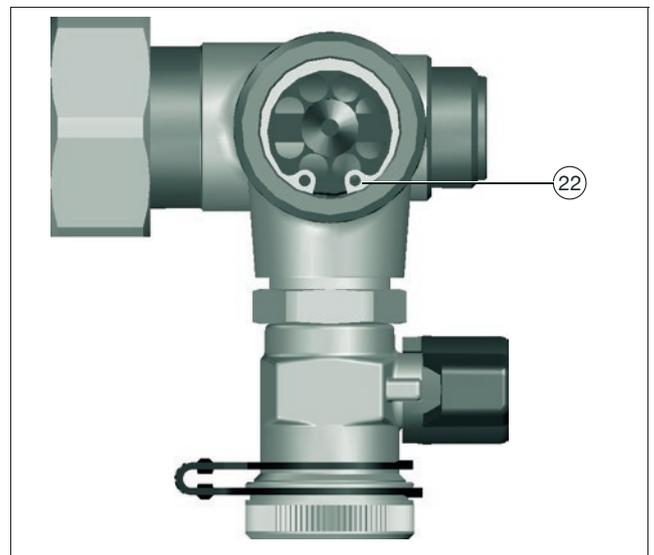

Fig. 38: Anillo de bloqueo
- Afloje el anillo de bloqueo (ver posición (22) en Fig. 38) usando alicates apropiados.
2. Inserte el anillo de bloqueo (ver posición 22 en Fig. 38 en página 43).